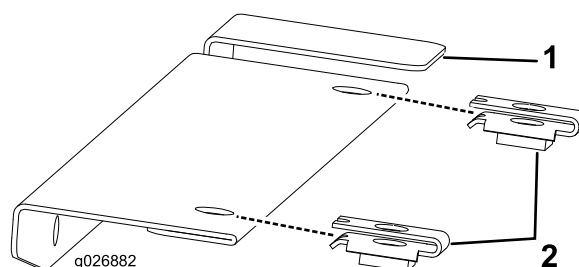

Figura 18
3. Instale 2 porcas de retenção na cobertura esquerda (Figura 18).